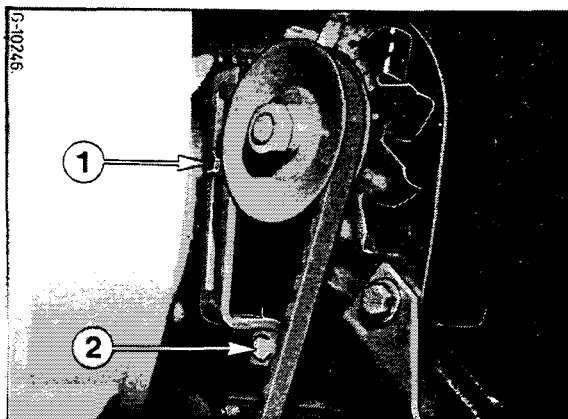

Figure 78
Le réglage de la tension s'effectue par pivotement de l'alternateur après avoir desserré le boulon de fixation (2) Fig. 78, et le boulon de réglage (1). Resserrez le boulon de réglage (1) et le boulon de fixation (2) dans cet ordre.